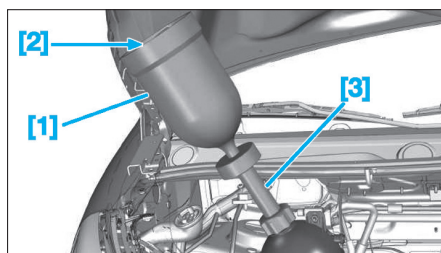

Fig. 24
- Placer les outils [1], [2] et [3] sur le vase d'expansion (Fig.24).